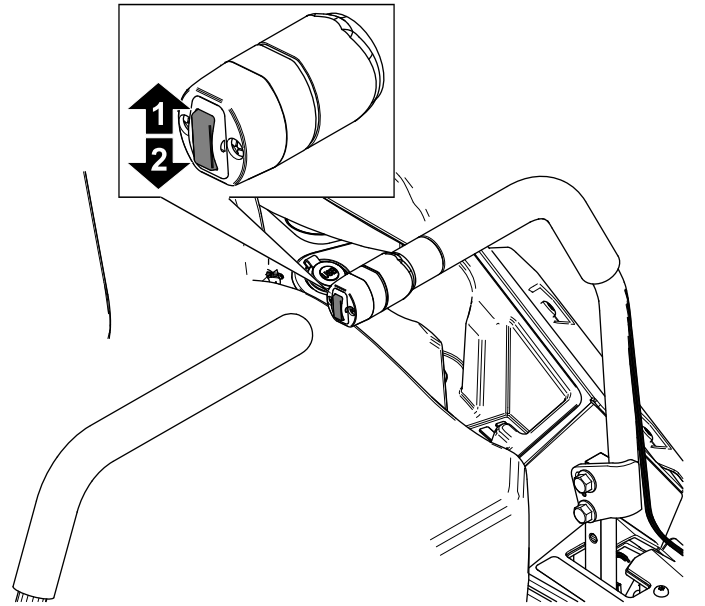

図 28
1. デッキ上昇スイッチ 図 28 でデッキを一番上まで上昇させる。
1. デッキ昇降スイッチを上を押す 図 28。